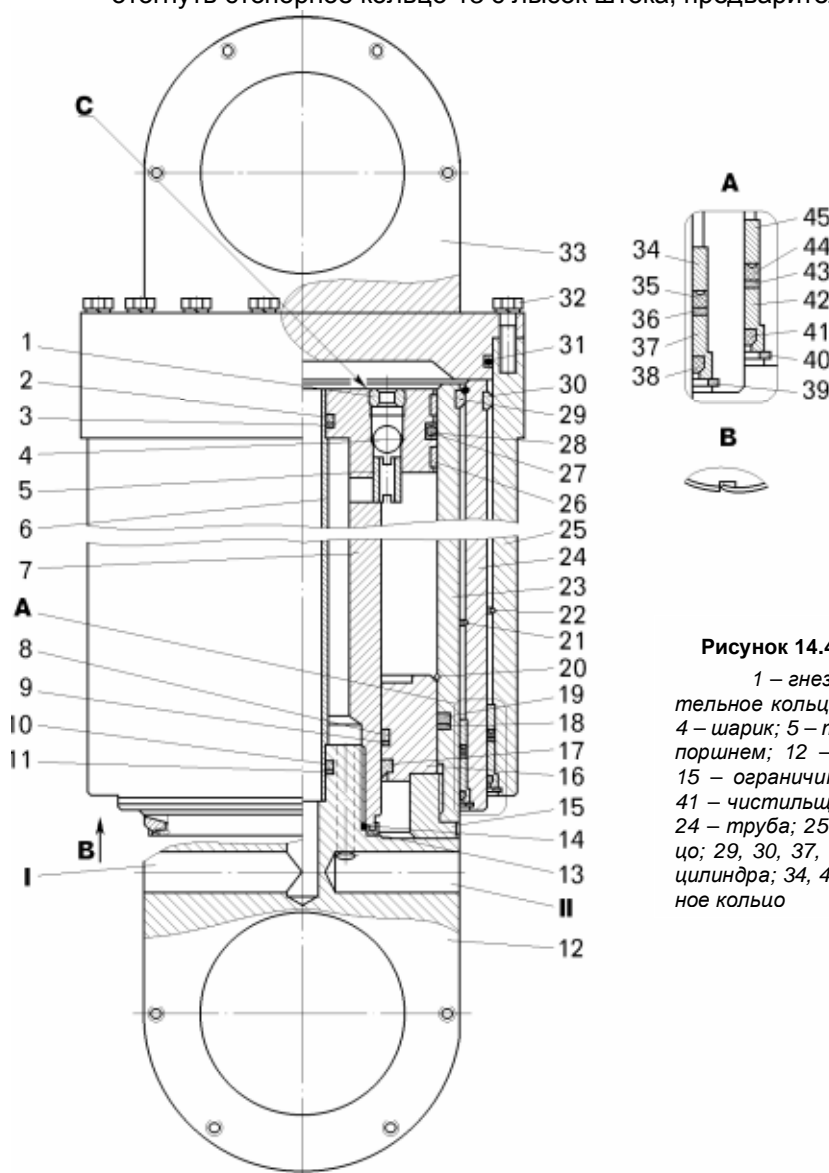

Рисунок 14.4 - Цилиндр опрокидывающего механизма:
- отвернуть болты 32, снять крышку цилиндра 33 и удалить из канавки уплотнительное кольцо 31 (рисунок 14.4);